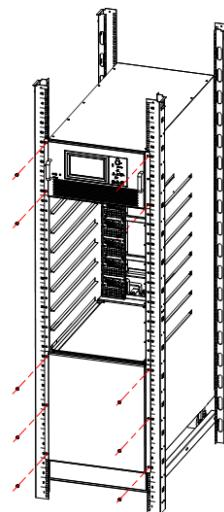

*Рисунок 3-8 Снятие кронштейна*
3. Снимите кронштейн боковой двери шкафа, как показано на рис. 3-8.